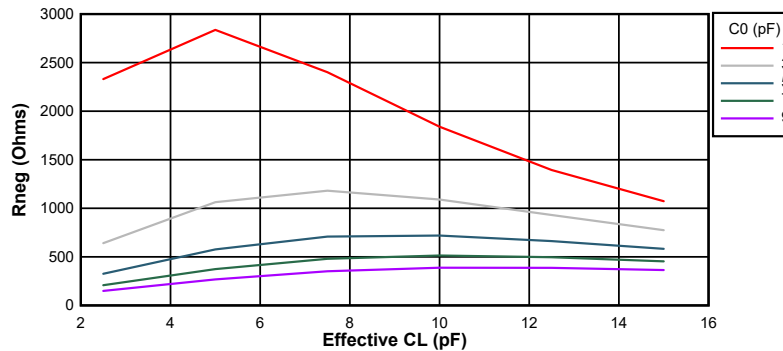
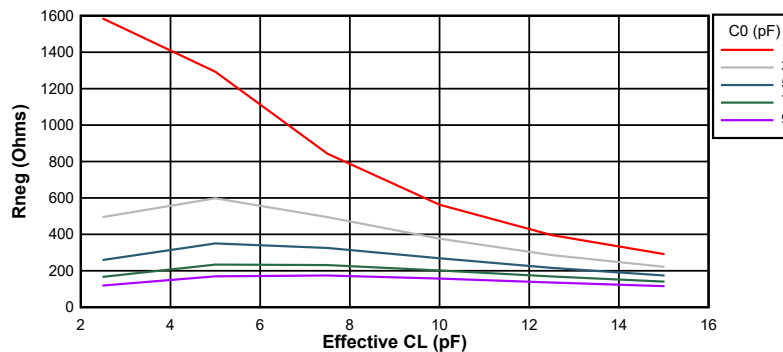

图 6-16. 10MHz 时的负电阻变化
图 6-17. 20MHz 时的负电阻变化
图 6-16 和 图 6-17 所示为该器件的负电阻与晶体元件之间的差异。从图中可以看出，晶体并联电容 (C0) 和有效负载电容 (CL) 对电振荡器的负电阻有极大影响。请注意，这些是典型图；因此，请参阅 表 6-6 了解设计中需要注意的最小值和最大值。